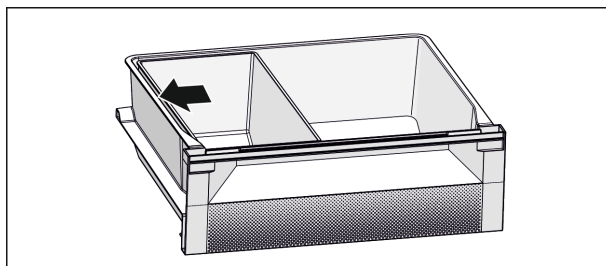

Fig. 73
- Pour un refroidissement optimal : Positionner le bac Fish & Seafood comme illustré (voir Fig. 73) .